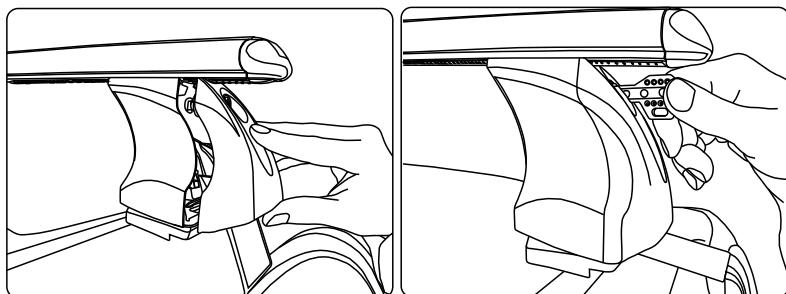

рис. 24
1.3.7 Установите передние крышки опоры. Поворотом ключа по часовой стрелки на угол  $\approx 90^\circ$  закройте замки (рис. 24)